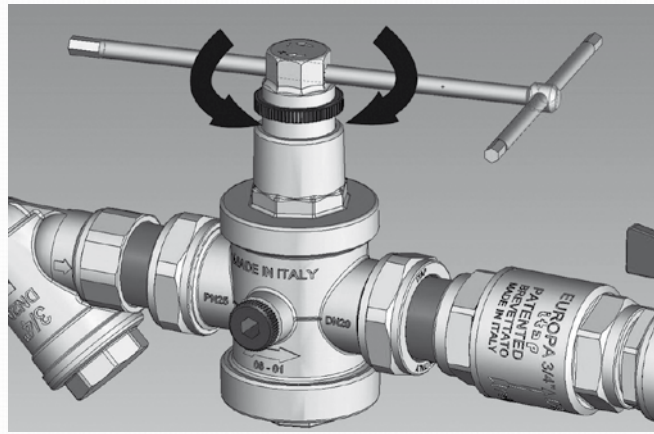

FIG. 4.2
- Agire con una chiave o con un cacciavite sul premimolla (Fig. 4.2); ruotando in senso orario si aumenta la pressione di valle, girando in senso antiorario si riduce la pressione di valle.
- *Adjustment is carried out by means of a tool or a screwdriver on the upper part of the device (Fig. 4.2); turn in clockwise way to increase the downstream pressure, turn in anticlockwise way to reduce the downstream pressure*